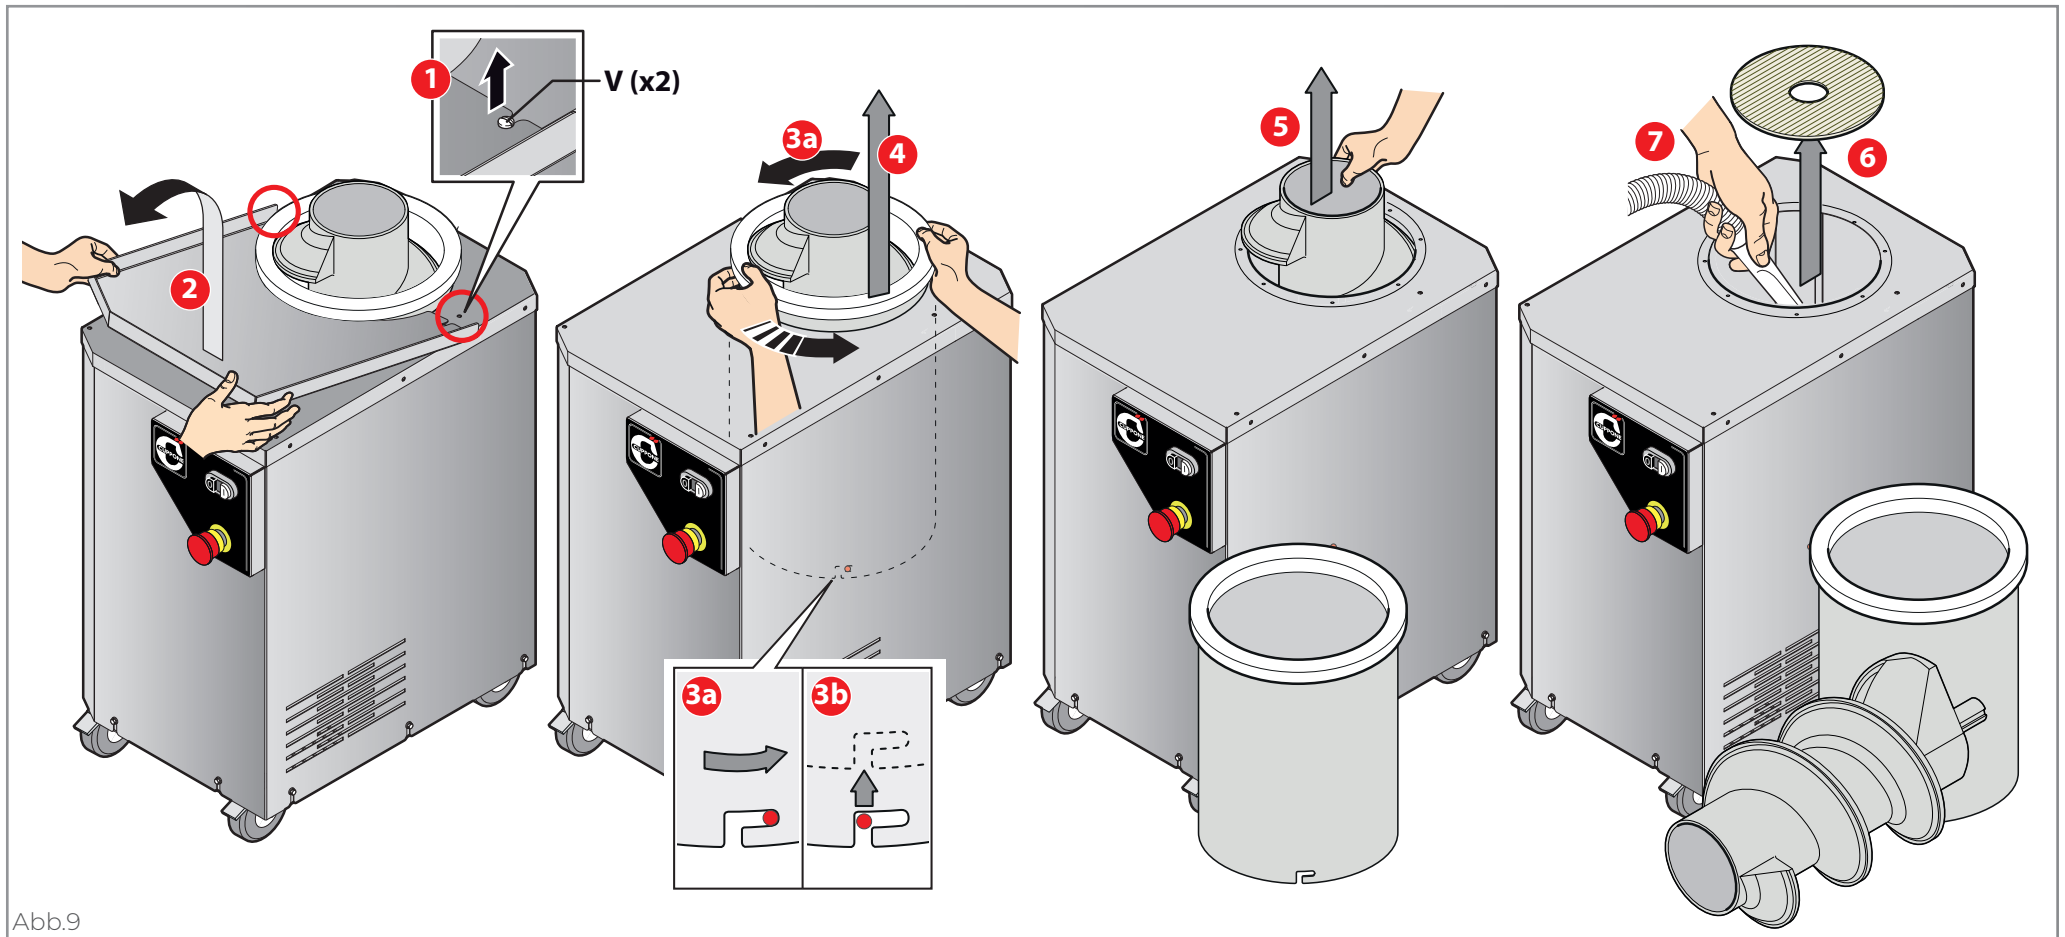

Abb.9
Die untere Scheibe unter der Schnecke muss gereinigt werden.	Entfernen und reinigen laut Angaben ► Abb.9 auf Seite 11
► Abb.9